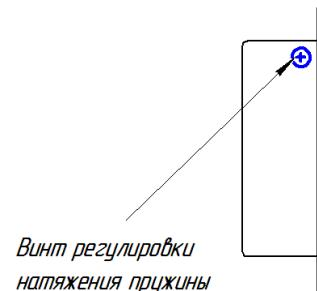

**Рис.3**
5.1. Для включения блокировки, при утопленном в корпус замка кулачке, повернуть ручку блокировки против часовой стрелке до упора .(Рис.3)